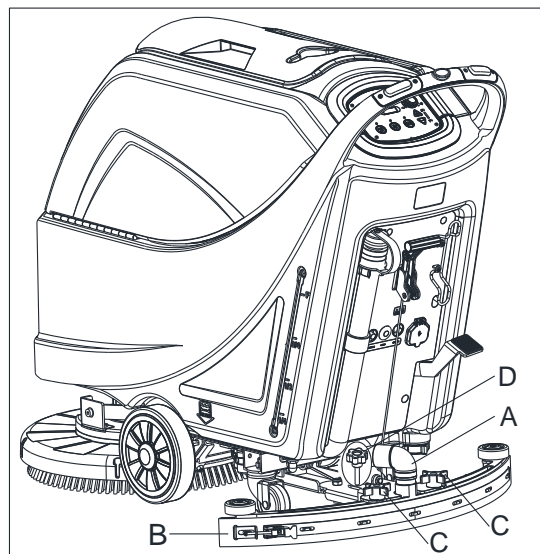
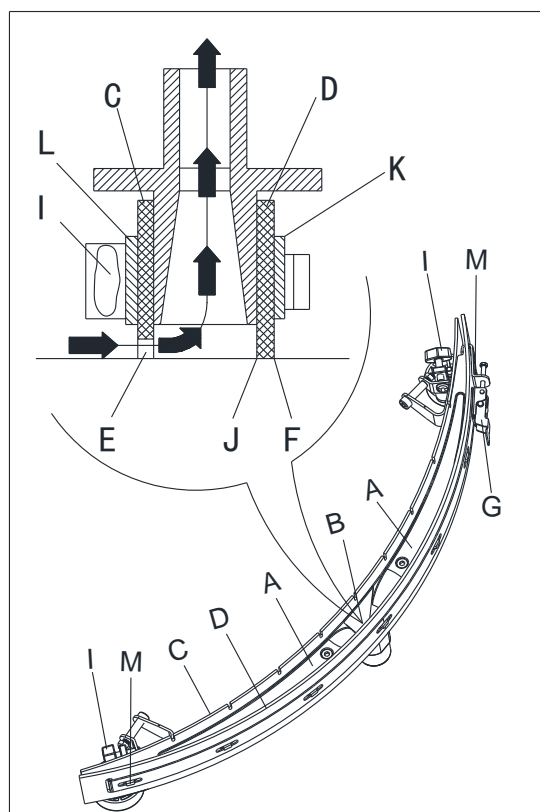

Figure 19
Figure 20
2. Vérifier que les bords (E, Figure 20) de la lamelle avant (C) et les bords (F) de la lamelle arrière (D) reposent sur un même niveau, sur toute leur longueur; si nécessaire ajuster leur hauteur selon la procédure suivante:
- Retirer la tige de traction (G), dégager les éléments de fixation (M) et régler la lamelle arrière (D), puis engager les fixations (M) et installer la tige de traction (G).
- Desserrer les boutons (I) et régler la lamelle avant (C), puis serrer les boutons.
3. Vérifier l'usure de la lamelle avant (C) et de la lamelle arrière (D); si nécessaire les remplacer. Vérifier que le coin avant (J) de la lamelle arrière (D) ne soit pas usé; si nécessaire, retourner la lamelle pour remplacer le coin usé avec un autre coin. Si les autres coins sont usés, remplacer aussi la lamelle selon la procédure suivante:
- Retirer la tige de traction (G), dégager les éléments de fixation (M) et retirer la barrette de retenue (K), puis remplacer/retourner la lame arrière (D). Monter l'embouchure dans l'ordre inverse du démontage.
- Dévisser les boutons (I) et retirer la barrette de retenue (L), puis remplacer la lamelle avant (C). Monter l'embouchure dans l'ordre inverse du démontage. Après le remplacement de la lamelle (ou retournement), ajuster la hauteur, comme indiqué dans l'étape précédente.
4. Connecter le tuyau d'aspiration (A, Figure 19) à l'embouchure.
5. Installer l'embouchure (B) et visser les boutons (C).
6. Si nécessaire, régler le bouton de réglage de l'équilibre de l'embouchure (D).